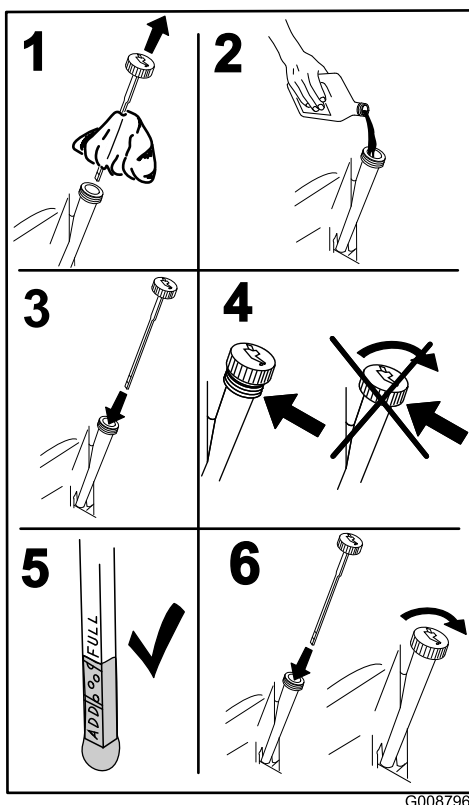

Figure 43
4. Retirez la jauge et essuyez-la sur un chiffon propre (Figure 43).